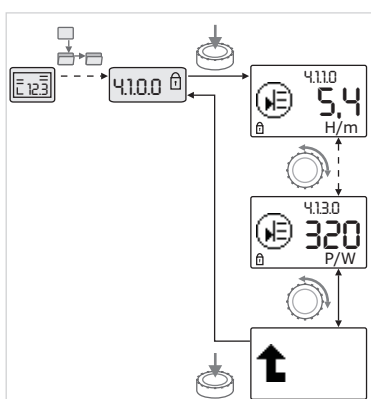

Fig. 39: Információk lehívása
- A kezelőgomb elforgatásával az aktuális almenü „információ” típusú menüelemeit lehet vezérelni (lásd: Fig. 39). A szimbólumok által ábrázolt beállítások magyarázatát lásd az alábbi fejezet táblázatában: 8.7 „Menüelemek referenciája” a(z) 40. oldalon.